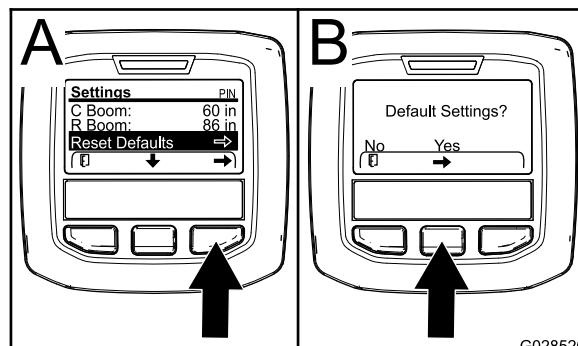

Figura 75
1. Carregue no botão de seleção central para navegar para a introdução da reposição da predefinição (Figura 75).
- No ecrã de predefinições, pressione o botão de seleção esquerdo para Não e o botão de seleção direito para Sim (Figura 75).